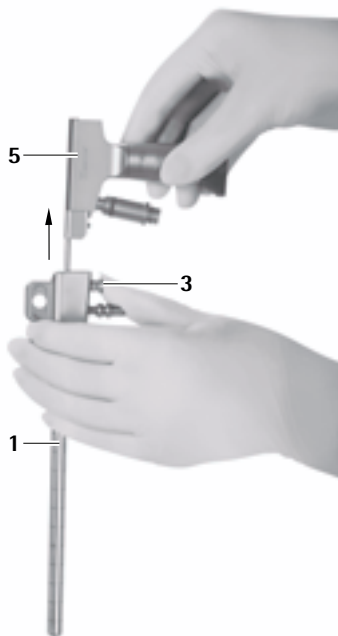

Fig. 8
- Tryck in urkopplingsknappen **3** och dra ur endoskopet **5** ur MINOP inVent-troakaren **1**, se Fig. 8.